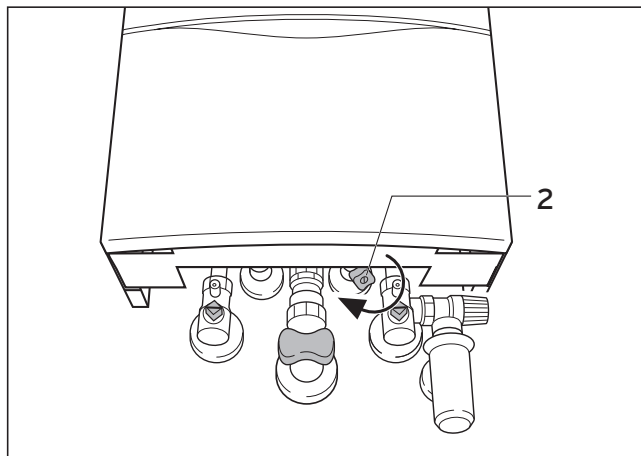

Fig. 2.2: Chiudere la valvola dell'acqua fredda
In caso di perdite tra l'apparecchio e i punti di distribuzione nella zona delle condutture dell'acqua calda, chiudere immediatamente la valvola dell'acqua fredda (2) dell'apparecchio (fig. 2.2) e far eliminare la perdita da una azienda qualificata.